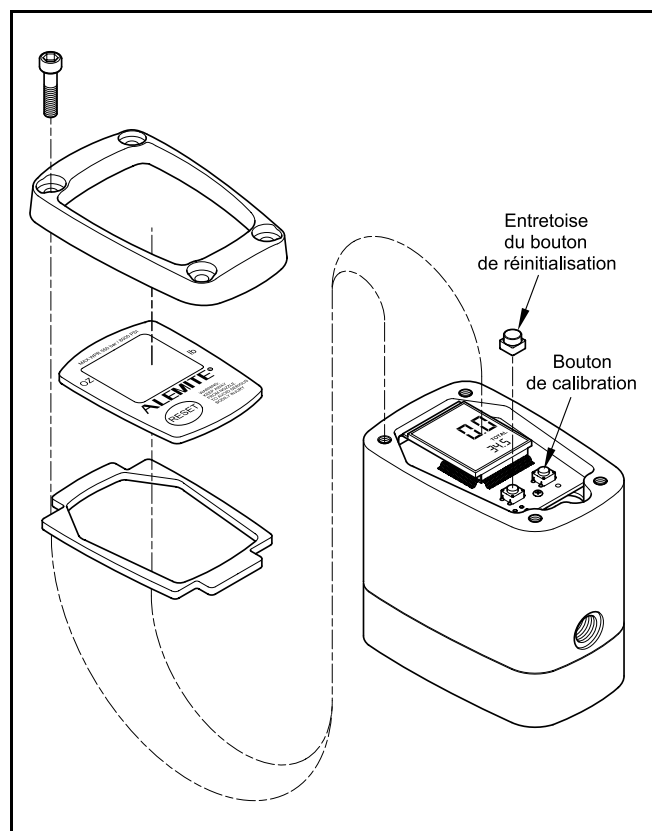

Figure 1 Compteur de graisse électronique modèle série 3530
- Se reporter à la **Figure 1**.
IMPORTANT: assurez-vous que l'entretoise du bouton de réinitialisation est positionnée correctement. Se reporter à la **Figure 1**.